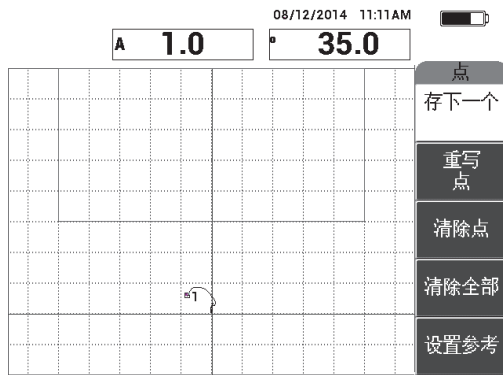

图 6-40 记录的第一个点
6. 按**存下一个** (A 键)，记录第一个点 (参见第 140 页的图 6-40)。